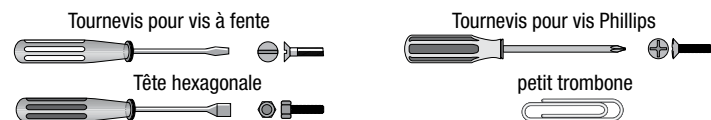

Fig. 15
16. Si vous devez retirer la bordure de bois décorative (A) aux fins d'entretien, poussez ou déplacez l'une des extrémités du luminaire vers le côté opposé. L'agrafe de verrouillage de la bordure se dégage et vous pourrez abaisser la bordure (Fig. 15).